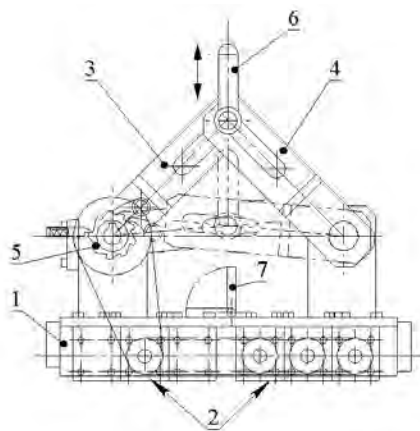

Рис. 2. Устройство магнитного грузоподъемного захвата серии «ЛЗА»
3.1. Конструкция захвата изображена на Рис.2. Она представляет собой сложную управляемую магнитную систему, встроенную в цельный металлический корпус (1). Рабочей поверхностью захвата является нижняя часть корпуса – магнитная подошва (2). Несущими и управляющими элементами захвата являются подвижные рычаги (3) и (4), сочлененные между собой с помощью неразъемной такелажной скобы (6). Скоба служит для подвеса магнитного грузозахвата к грузоподъемным механизмам (кран, лебедка, и т. д.).